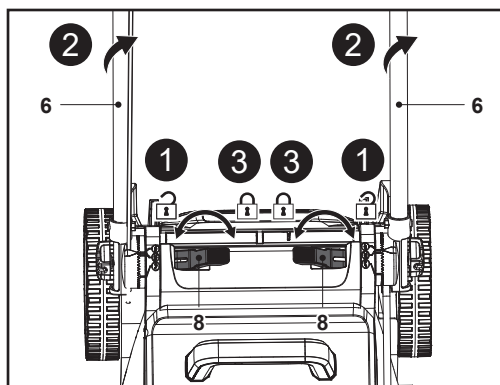

Fig. 11
2. Despliegue las dos palancas de sujeción (8) con la otra mano y luego gire el conjunto del manillar (4, 6) a la otra posición de altura del manillar (Fig. 11, pasos 1 y 2).
3. Asegúrese de que el triángulo indicador (6b) esté alineado con el indicador de altura del manillar (9b/9c) y luego cierre las dos palancas de sujeción (8) para fijar el conjunto del manillar (4, 6) (Fig. 11, paso 3).